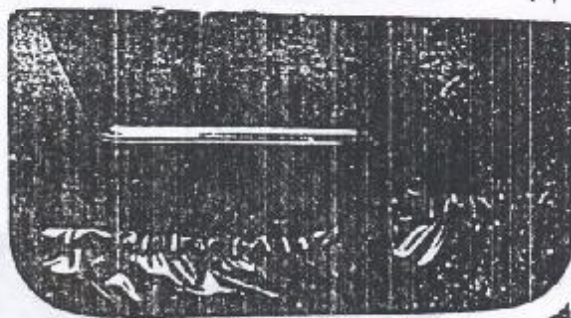

Figura 8.37.1 - Painel interno de acabamento da porta
2. Remover as presilhas do painel interno de acabamento da porta e remover o painel (Figura 8.37.1).
3. Remover as presilhas de fixação do painel interno de acabamento da porta e remover o painel (Figura 8.37.1)
10. Instalar o painel interno de acabamento da porta, fixando-o com novas presilhas (Figura 8.37.1).
5. Posicionar o painel interno de acabamento da porta, fixando-o com novas presilhas (Figura 8.37.1).